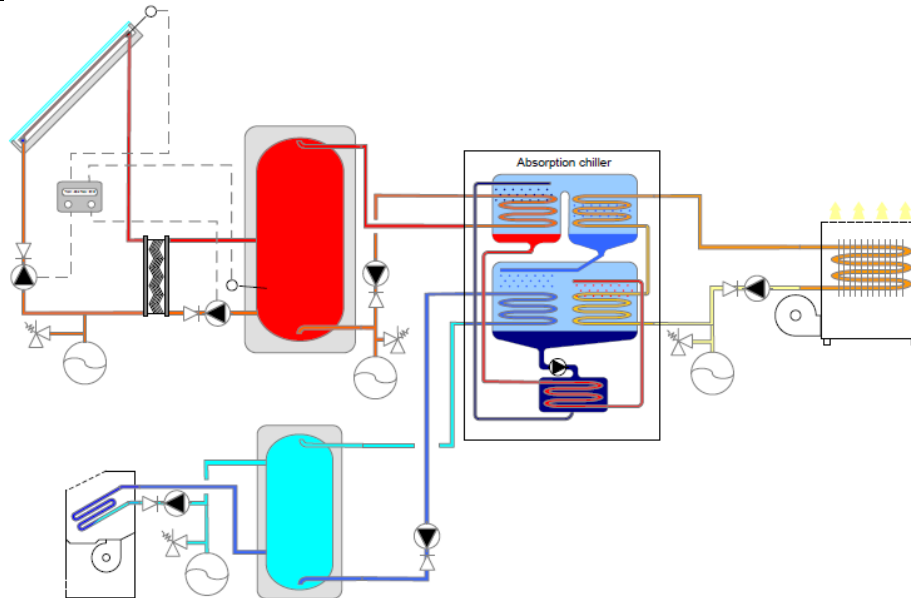

Figure 13. Schéma type hydraulique pour un système solaire de refroidissement par absorption
- Systèmes de rafraîchissement par absorption ou adsorption en cycle fermé : Ces systèmes utilisent des machines à absorption ou adsorption (fig. 13). Ces systèmes sont les plus couramment rencontrés et une gamme de machines à ab/adsorption couvre une large étendue de puissance.